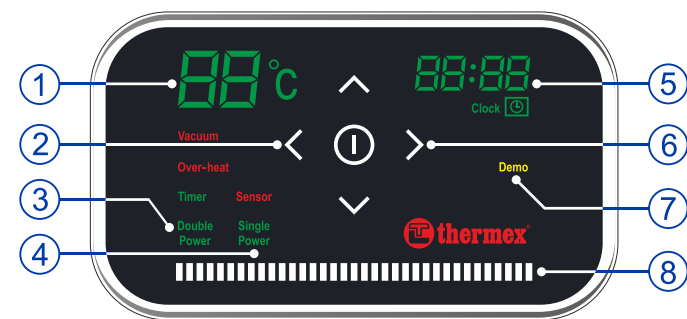

Рисунок 3. Электронная панель управления “Вариант 2”
## 7.2. Модели с электронным управлением по “Варианту 2” (Рис. 3)
**Рисунок 3:** 1 – температура, 2 – кнопка “Timer” / Режим таймера, 3 – индикация “Double Power”/Удвоенная мощность, 4 – индикация “Single Power”/Стандартная мощность, 5 – часы, 6 – кнопка “Setting”/Выбор, 7 – индикация демонстрационного режима, 8 – индикатор нагрева.